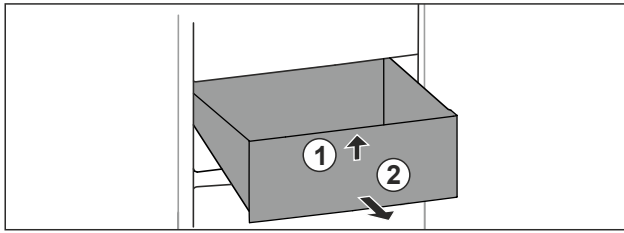

Fig. 32
- ▶ Schubfach vorne anheben. Fig. 32 (1)
- ▶ Schubfach nach vorne entnehmen. Fig. 32 (2)